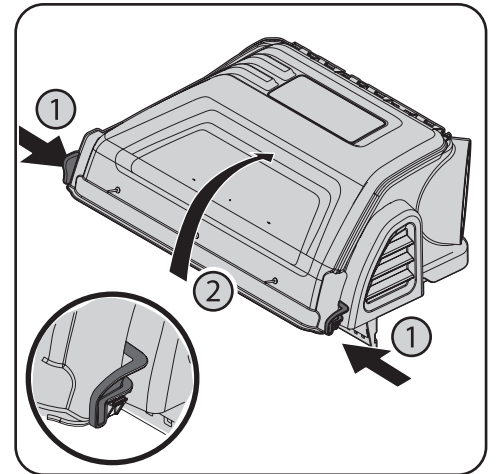

Figure 4-16
4. Installez le couvercle de l'ensacheuse sur le dispositif de soutien de sac, comme illustré à la Figure 4-16. Le couvercle de plastique doit être placé à l'intérieur des deux languettes de montage.